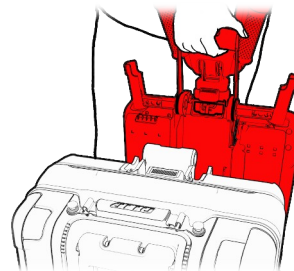

Figura 52
4. Mueva el chasis delantero del manillar y sepárelo del chasis trasero (vea la Figura 52).